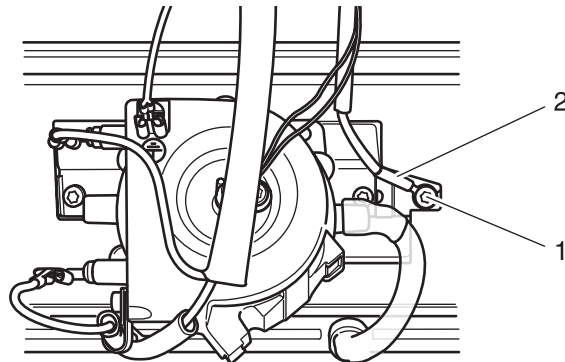

Fig. 8
- Die Schraube 1 herausdrehen (Fig. 8).
- Den Heizschuh-Sensor in die in Fig. 8 gezeigte Position bringen und festhalten.